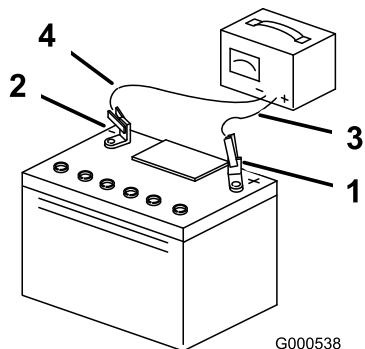

Figure 38
3. Quand la batterie est chargée au maximum, débranchez le chargeur de la prise, puis débranchez les fils du chargeur des bornes de la batterie (**Figure 38**).